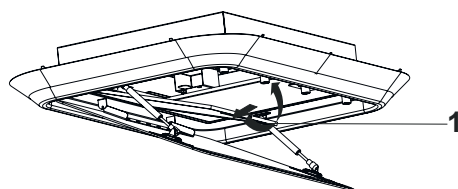

Fig. 18
12. Sätt tillbaka fettfiltrena i fläkten (Fig. 18).